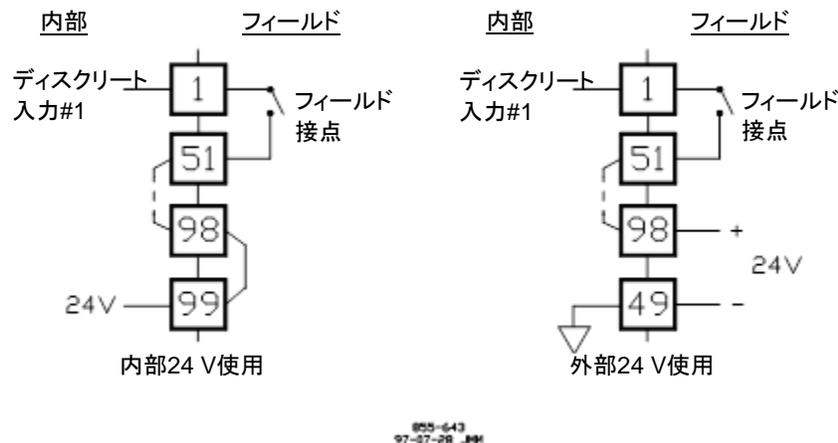

図 7-14. DC24 V 48/24 ディスクリート FTM へのディスクリート入力インターフェース配線
各MicroNetディスクリートI/O Smart-Plusモジュールは、48個の接点入力を受け入れます。48/24ディスクリートFTMは、ウェット接点印加電圧を供給することができます。オプションで、外部DC18~32 V電源があります。DC24 V内部電源をウェット接点の印加に使用する場合、FTM端子98と端子99の間にジャンパが必要です。外部電源を接点のウェット接点の印加に使用する場合、外部電源コモンをFTMのディスクリート入力コモン、端子49に接続する必要があります。FTMは、顧客のフィールド配線にコモンケーシングランプ端子接続を行います。図7-14に、入力電圧に基づいたさまざまなディスクリート入力配線の構成を示します。
- DC24 V FTMのみ: 内部DC24 Vを使用する場合、ジャンパを追加して内部DC24 Vをバス接続された電源端子台に接続する必要があります(図7-14.を参照)。
- DC24 V FTMのみ: 外部DC24 Vを使用する場合、外部DC24 Vのコモンをディスクリート入力コモンに接続する必要があります(図7-14.を参照)。接点の電力は、コントロールの電源から供給されるか、外部電源出力の定格がDC30 V以下のクラスIIでなければならない、出力には適切なサイズのヒューズを設ける必要があります(最大電流定格100/V(Vは電源の定格電圧または5 Aのいずれか小さい方))。